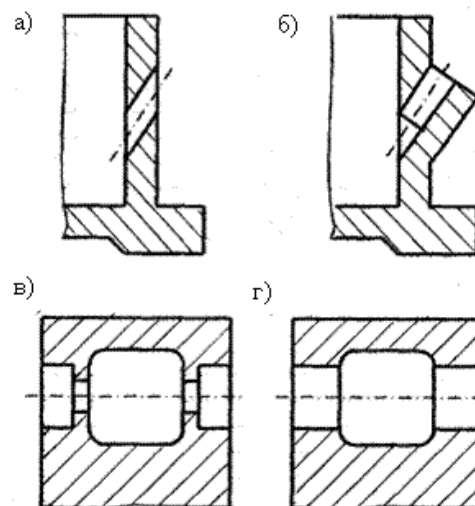

Рисунок 1 – Отдельные элементы детали:
5) Определяют поверхности, которые будут использованы в качестве технологических баз, и проверяют соответствие их требованиям, предъявляемым к технологическим базам заготовки. Выполняют эскизы, изображающие детали или отдельные её элементы до отработки конструкции на технологичность и после (рисунок 1).